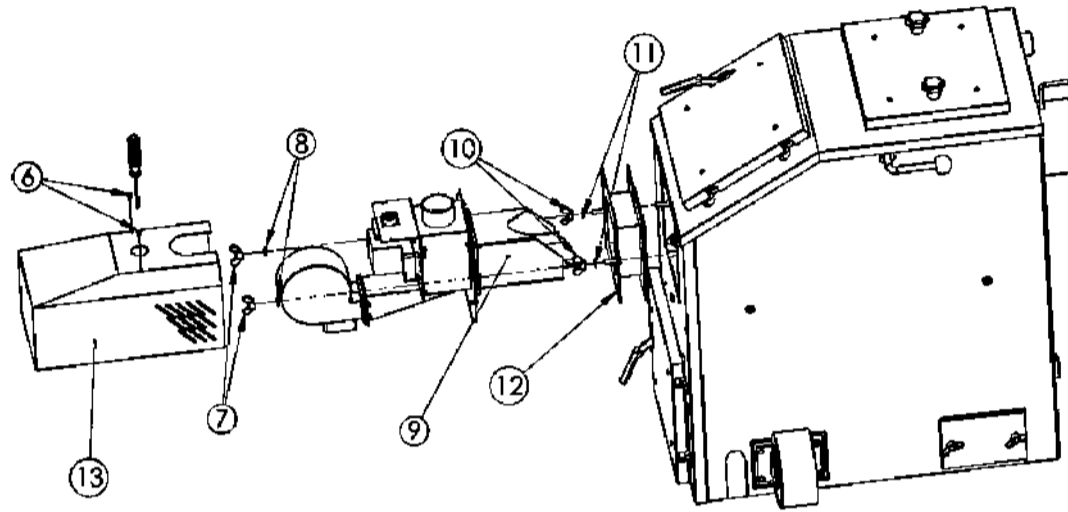
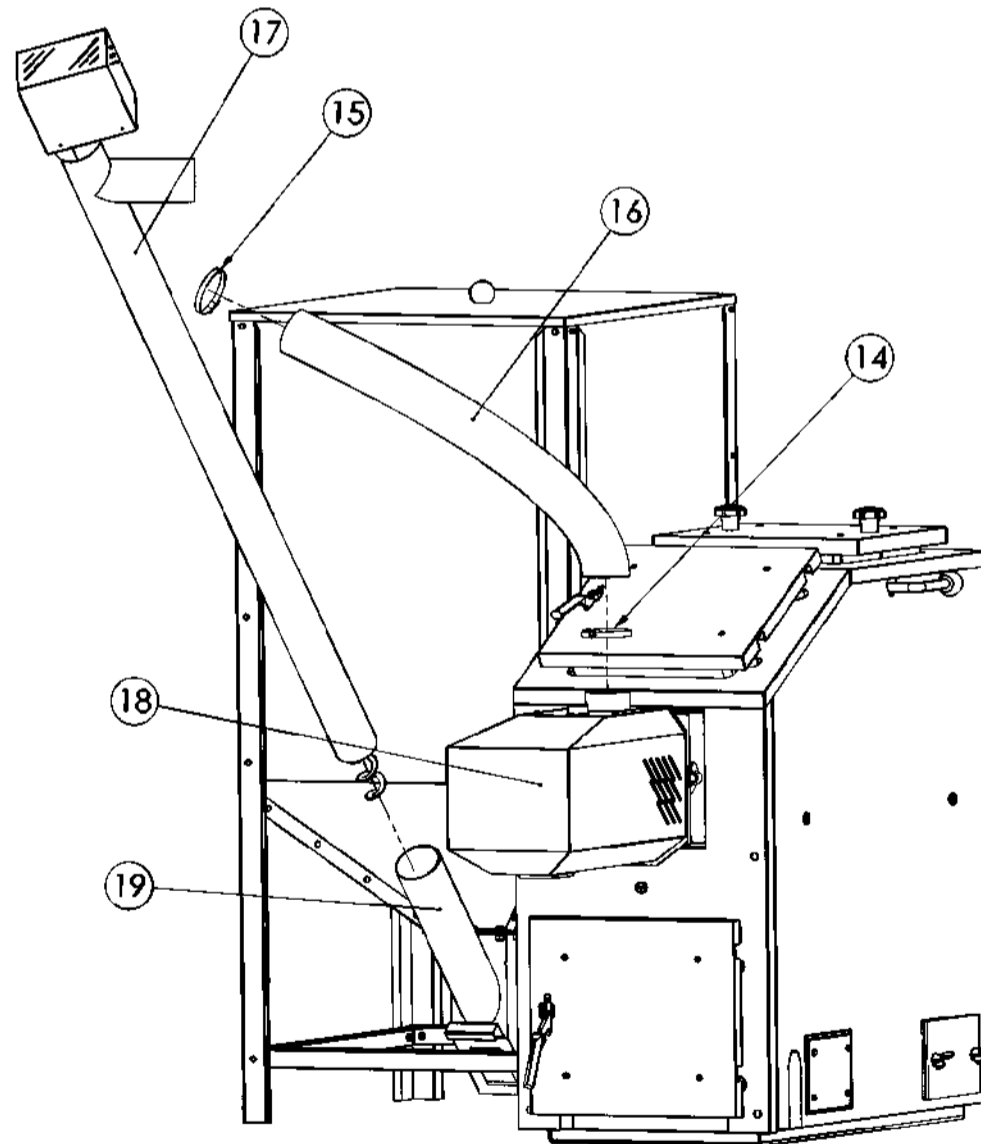

Рис. 13 Монтаж форсунки Платинум Био.
Рис. 14 Монтаж питателя.
2. Снять корпус форсунки (5), открутить два барашка (2) и вынуть два винта (4) с двумя прокладками (3).
3. Установить форсунку (9) в адаптере (12), привинчивая ее двумя барашками (10) с прокладками (11) (рис. 13). Адаптер (12) с форсункой (9) прикрепить в котле двумя барашками (7) с прокладками (8).
4. Установить корпус форсунки (13) фиксируя его винтами (6)
5. Вставить трубу питателя (17) в фиксирующую трубу (19) (рис. 14.).
6. Установить эластичный шланг (16) на трубу питателя (17) и защитить зажимной повязкой (15).
7. Установить эластичный шланг (16) на трубу форсунки (18) и защитить зажимной повязкой (14).